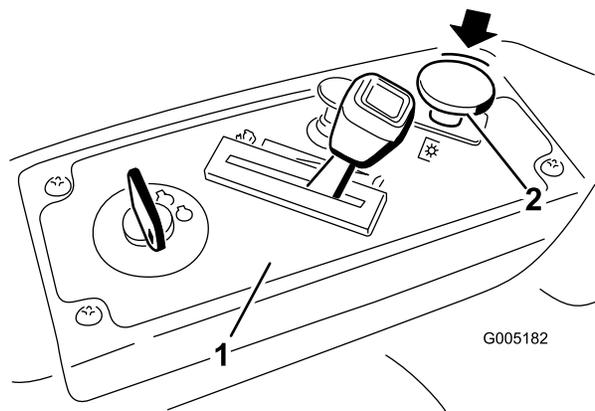

Bild 15
Drücken Sie den Zapfwellenantriebsschalter nach unten, bewegen Sie ihn in die Aus-Stellung und kuppeln Sie die Messer aus (Bild 15).
1. Kuppeln Sie die Messer aus, indem Sie den Zapfwellenantriebsschalter in die Aus-Stellung stellen (Bild 15).
2. Stellen Sie den Gasbedienungshebel zwischen Halb- und Vollgas (Bild 15).